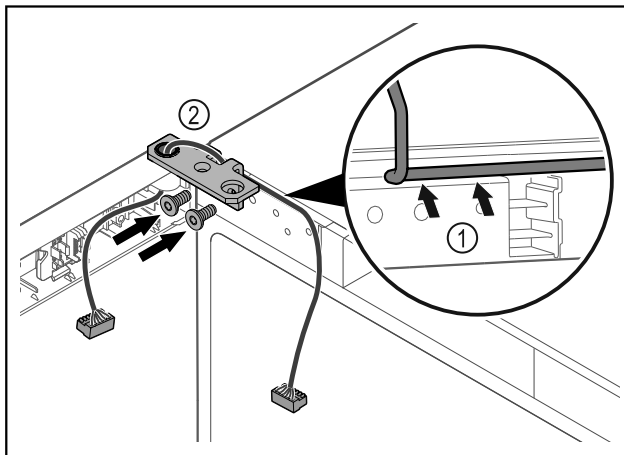

Fig. 48
- ▶ Кабель провести через виїмку шарнірного кутика і обережно прокласти Fig. 48 (1).
- ▶ Накрутити шарнірний кутик Fig. 48 (2).